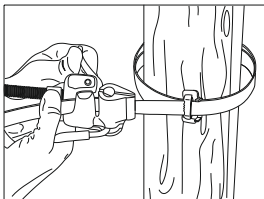

Рисунок 3
- прижать скрепу / бугель к опоре и пропустить ленту монтажную через технологические отверстия в изделии. Свободный конец ленты пропустить через скрепу / бугель и вложить в паз головки инструмента для натяжения и резки ленты (рисунок 3);